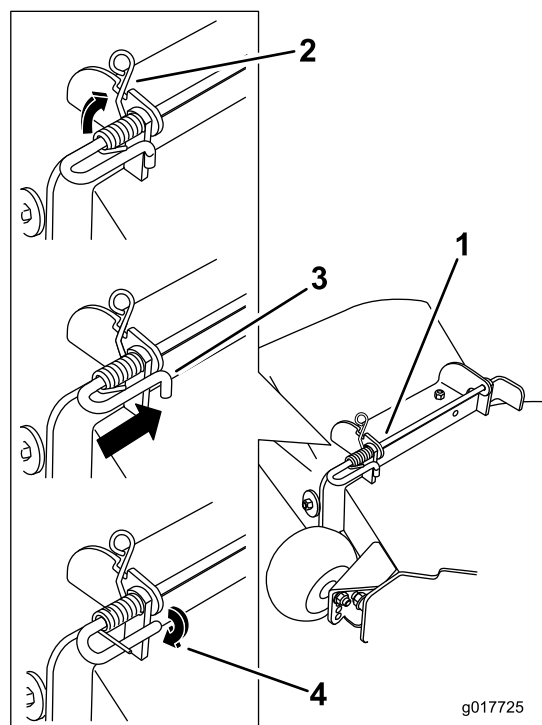

Bild 77
4. Heben Sie das Schleifenende der Feder an und setzen es in die Kerbe an der Ablenkblechhalterung (Bild 77).
5. Befestigen Sie die Stange und Feder, indem Sie diese so drehen, dass das kurze Ende der Stange hinter die vordere Halterung passt, die an das Mähwerk geschweißt ist (Bild 77).